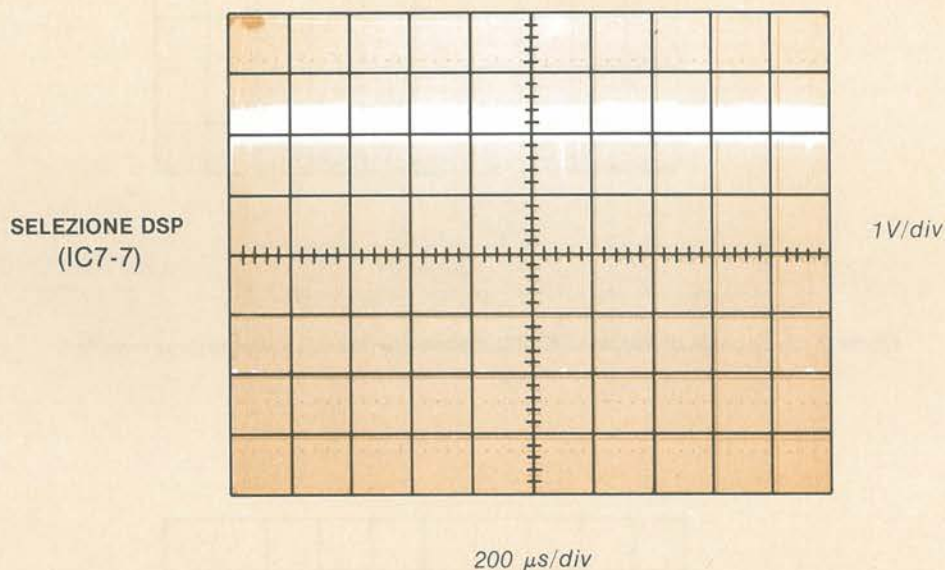

Figura 9-15. Segnale di selezione DSP mentre sta girando il programma monitor
- M) Esamine il segnale di selezione  $\overline{DSP}$  (Dispaly, IC7-7). Tale segnale è basso ogni volta che viene inviato un dato al display. La Figura 9-15 vi mostra l'immagine presente sullo schermo per una velocità di  $200 \mu s/div$ .